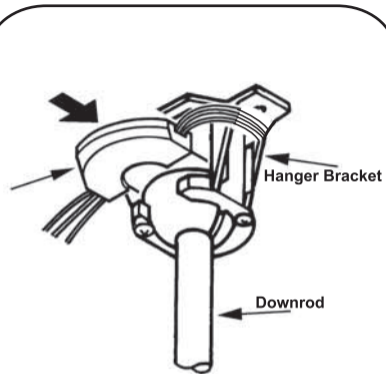

Fig.12
Paso 1. Instale el receptor en la abrazadera de montaje, el lado plano debe quedar hacia arriba.(Fig.12)